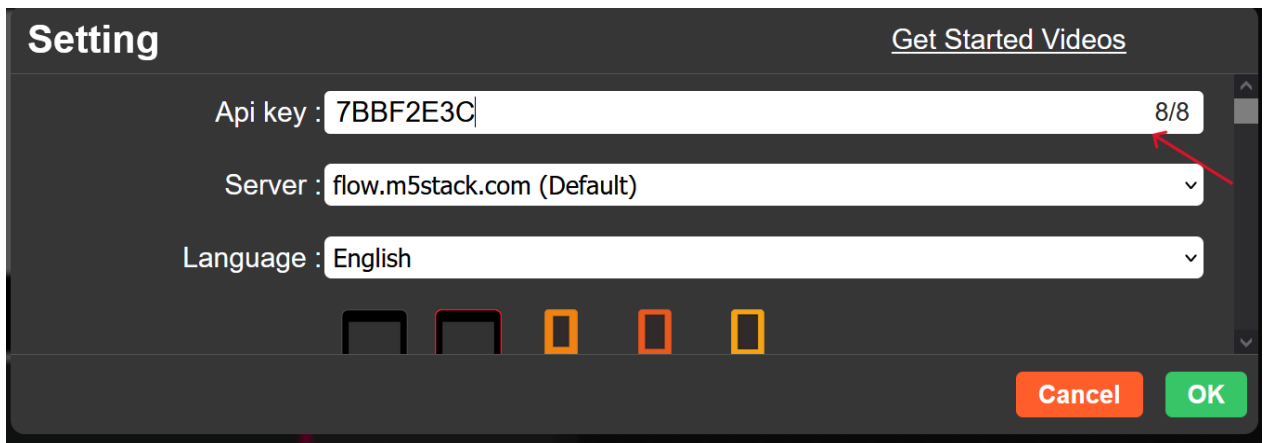

Abbildung 7: Uiflow-Konfiguration und Verbindung zum m5-Stack
- Drücken Sie dann OK, wie in Abbildung 7 unten.